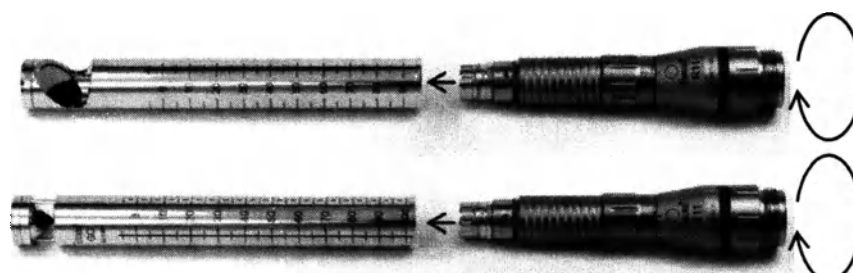
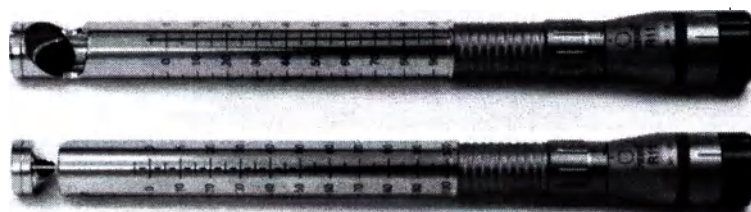

Рисунок 14: Присоединение и фиксация манипулы к адаптеру GA (или GC).
Рисунок 15: Полностью собранный с манипулой адаптер GA (или GC).
2. Снимите спейсер манипулы и ввинтите манипулу во входную часть адаптера GA (или GC) (см. Рисунок 14 и Рисунок 15).